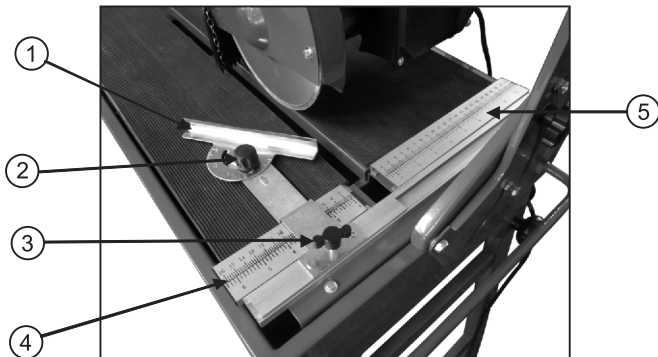

Рис.10
Регулировка ширины резания (рис. 10, 11)
2. Ослабьте винт фиксации (2) транспортера и установите транспортер в положение 0° . Затяните винт фиксации транспортера (рис. 10).
3. Ослабьте винт фиксации (3) регулируемого упора (1).
5. Зафиксируйте винт фиксации (3) регулируемого упора.
Регулировка угла реза (рис. 10)